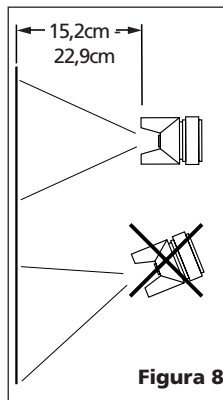

Figura 8
1. Comience a rociar. Siempre mantenga la pistola en los ángulos correctos (Vea la Figura 8).